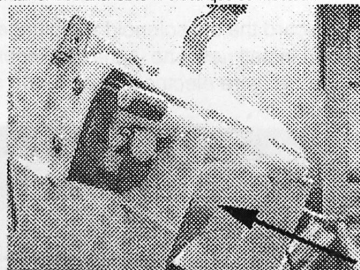

Figure 2
8. Inclinez l'ensemble du support de fontaine vers l'arrière. Avec vos doigts, poussez la porte à glaçons vers l'avant. Faites tourner le plongeur solénoïde dans le sens horaire et enlevez-le. Dégagez lentement la porte, pour faciliter le relâchement de la tension du ressort de rappel de la porte de la fontaine (Voir la Figure 2).